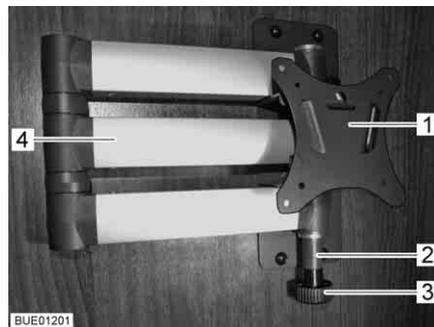

Fig. 72 Supporto con braccio snodato
- Tirare il bottone di sbloccaggio (Fig. 72,3). Il braccio snodato (Fig. 72,4) è sbloccato.
- Ruotare lo schermo piatto all'indietro nella sua posizione iniziale, finché il supporto (Fig. 72,1) non si innesta nel bloccaggio (Fig. 72,2).